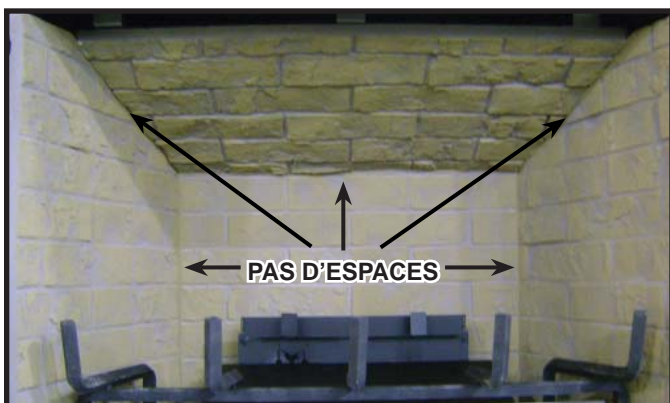

Figure 7
**Bûche 3 (2166-703)** : Introduisez la goupille de pose droite de la face supérieure de la bûche 1 dans le trou correspondant au bas de la bûche 3, puis placez la barre horizontale de la grille de l'âtre dans la rainure au bas de la bûche 3, et glissez la bûche 3 vers la droite jusqu'à ce qu'elle repose contre la dent de l'extrémité droite de la grille de l'âtre (voir figure 7).
**Bûche 3 (2170-703) :** Introduisez la goupille de pose droite de la face supérieure de la bûche 1 dans le trou correspondant au bas de la bûche 3, puis placez la barre horizontale de la grille de l'âtre dans la rainure au bas de la bûche 3, et glissez la bûche 3 vers la droite jusqu'à ce qu'elle repose contre la dent de l'extrémité droite de la grille de l'âtre (voir figure 7).